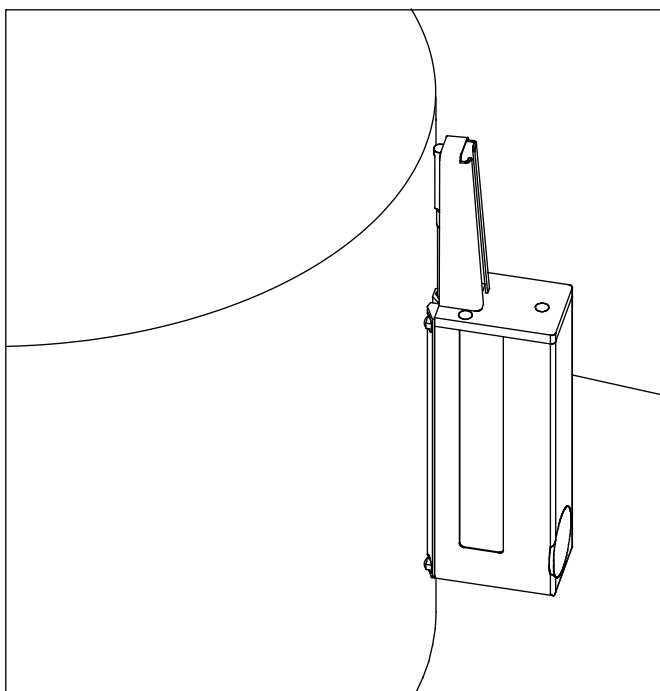

Fig. 10
- Spingere manualmente l'unità traslatrice sulla superficie verticale. A seconda del compito di misura, è possibile tenerla in verticale (v. *fig. 10*) o in orizzontale.